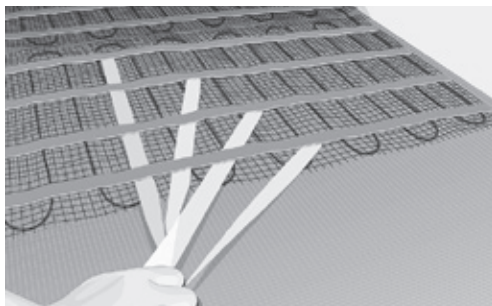

Fig. 8. Fjern bagsiden af tapen, og fastgør måttebanerne
12. Når måtten/måtterne er placeret i overensstemmelse med tegningen og godt tilpasset gulvfladen, skal måttebanerne fastgøres til gulvet ved at fjerne bagsiden af den dobbeltklæbende tape og trykke tapen ned mod gulvet. Fortsæt indtil hele måtten er fastgjort (fig. 8).